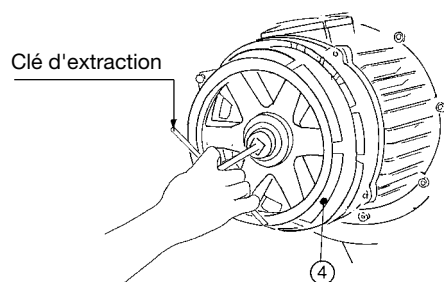

Fig. 18
Montage et démontage : vérifier qu'il n'y ait pas de charge appliquée, dévisser les vis pos. 1 (Fig. 16, enlever la cloche du frein pos. 2 (Fig. 16, enlever la bague de réglage pos. 3 (Fig. 16) du frein avec la clé spécifique (Fig. 17). À l'aide d'un extracteur, enlever le ventilateur de frein pos. 4 (Fig. 18). Monter le nouveau ventilateur en le poussant vers l'avant à l'aide d'un maillet en plomb, remonter la cloche du frein pos. 2 (Fig. 16) et les vis pos. 1 (Fig. 16), puis effectuer le réglage, comme indiqué au chapitre "réglage ventilateur du frein" p. 65.